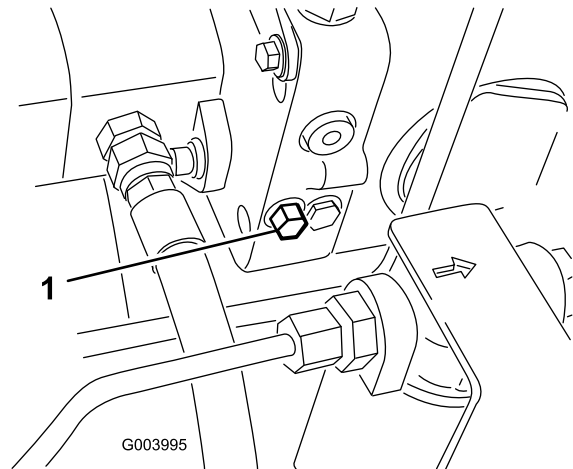

Рисунок 41
1. Чтобы открыть перепускной клапан и обеспечить внутренний перепуск масла, поверните болт клапана на 1,5 оборота (Рисунок 41).